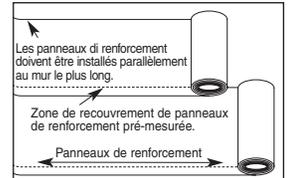

Figura 11
- La base de piso del piso flotante ya tiene cinta de doble cara para facilitar el entizado de las uniones precortadas que se superponen (figura 11). Si se usa una base de piso no adhesiva, encinte todas las uniones con la cinta adhesiva incluida.